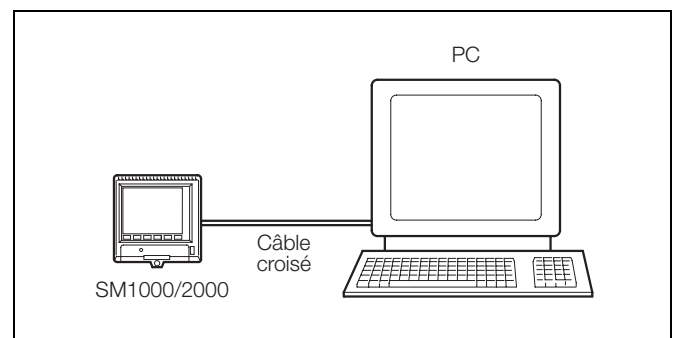

Fig. 2.2 Connexion un-un
- Connexion directe à un ordinateur – voir Fig. 2.2
2.2 Connexion un-un entre l'enregistreur et un ordinateur – Figs. 2.2 et 2.3